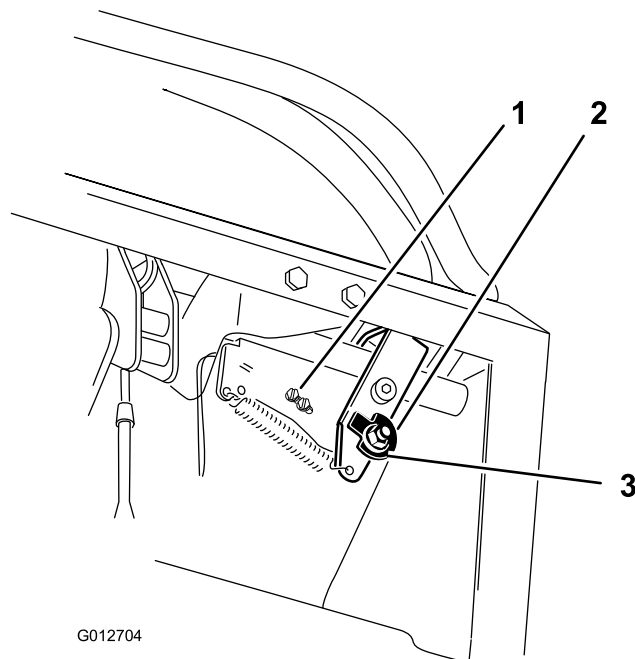
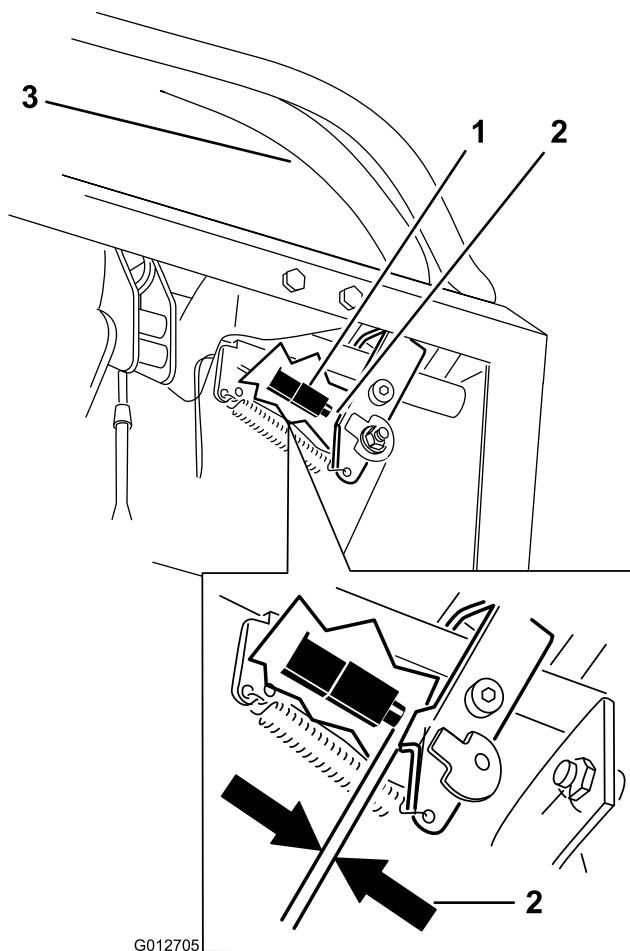

Figura 70
Figura 71
10. Verifique a folga entre a alavanca do controlo e o interruptor como apresentado em Figura 71. A folga tem de ter 3 mm com a alavanca direita de controlo do movimento na posição de desbloqueada em ponto morto.
11. Se necessário, desaperte os parafusos que fixam o interruptor e ajuste o interruptor (Figura 70 e Figura 71).
7. Solte a porca que fixa o excêntrico (Figura 70).